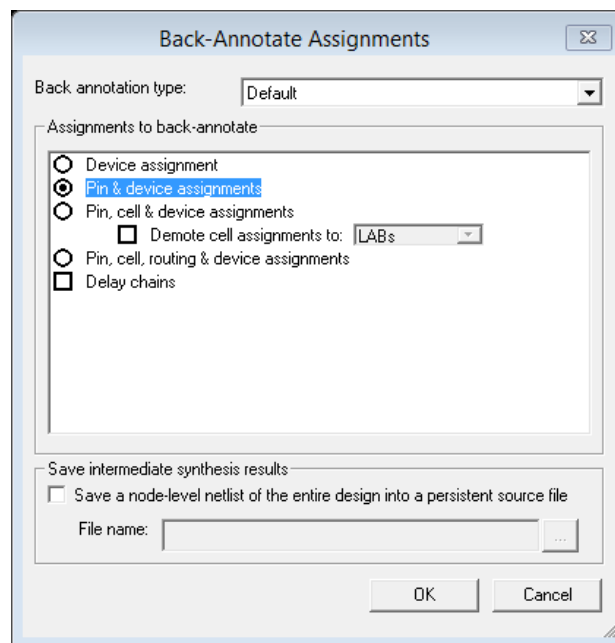

Рисунок 62. Діалогове вікно **Back-Annotate Assignments**
3.1. У меню **Assignments** виберіть команду **Back-Annotate Assignments**, щоб відкрити діалогове вікно **Back-Annotate Assignments** (рис. 62).